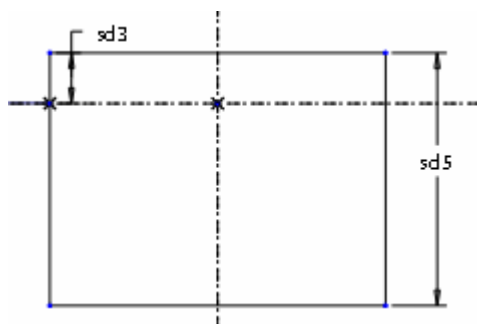

图 18-6
- (6) 单击菜单【工具】 【关系】命令，打开【关系】窗口，模型中尺寸显示为符号形式，如图 18-6 所示。